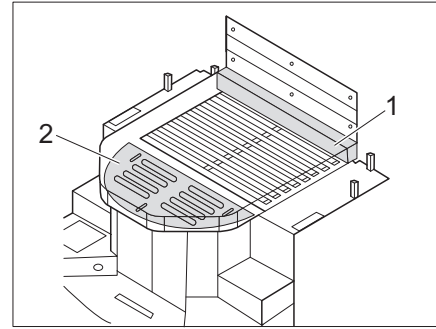

Fig. 183 Cama con extensión de colchón (con colchón adicional y tabla extraíble)
- Colocar el colchón adicional (Fig. 183,1) en la parte delantera de la cama tamaño queen.
- Sacar la tabla extraíble (Fig. 183,2).